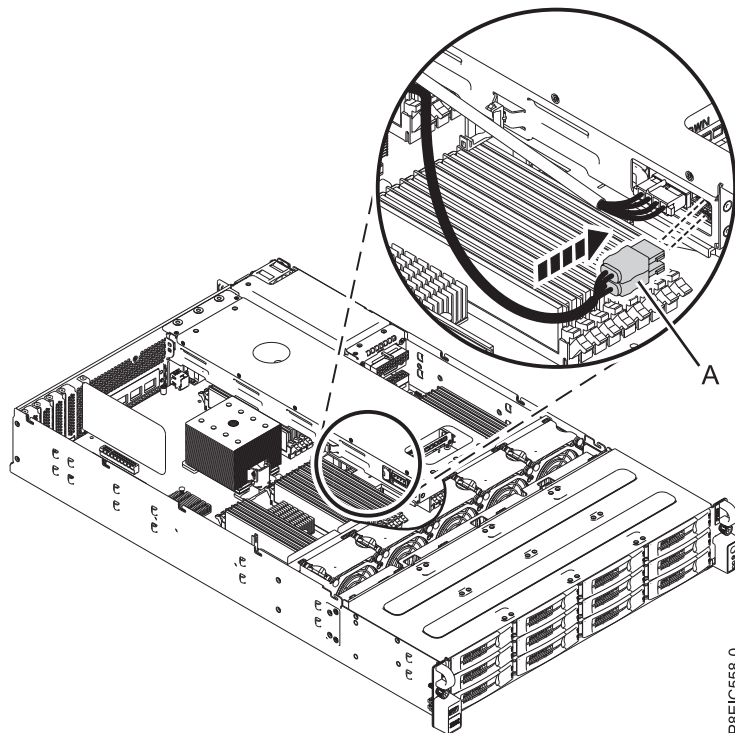

図 42. 背面ドライブ・トレイ・アセンブリーへのドライブ信号ケーブルの接続
3. ドライブ信号ケーブル (**A**) を背面ドライブ・トレイ・アセンブリーに接続します (39 ページの図 42 を参照)。